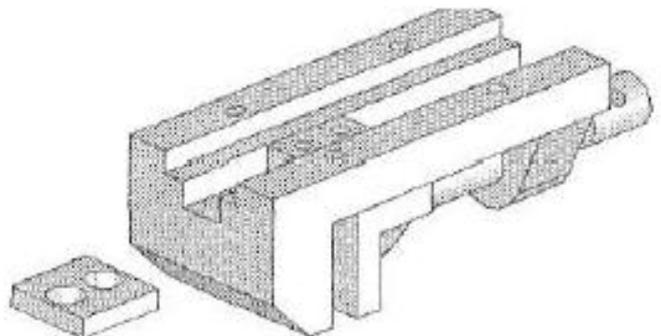

Рис. 5.24. Зажимная планка после поворота
3. Выделите зажимную планку правой кнопкой мыши и перетащите курсор, чтобы повернуть зажимную планку (рис. 5.24).